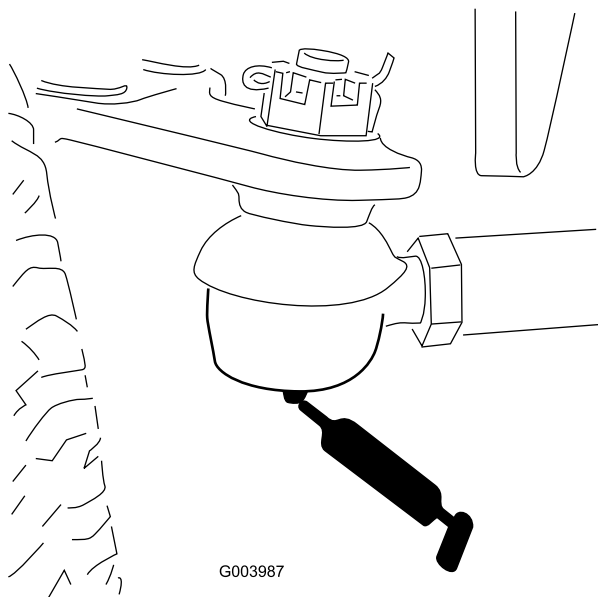

Figura 33
- Barra de ligação do eixo traseiro (2) (Figura 33)